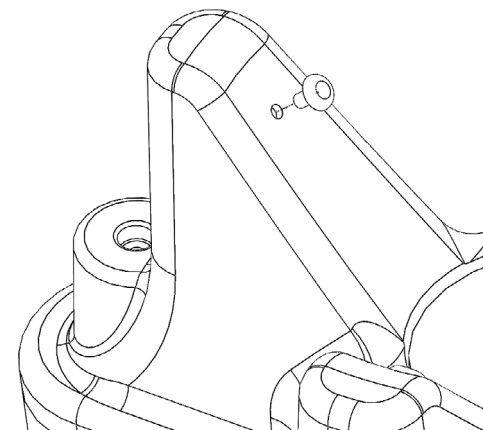

Рис. 6 – Места установки подпятников
3. Вставьте подпятники в отверстия на подставке (Рис. 6).